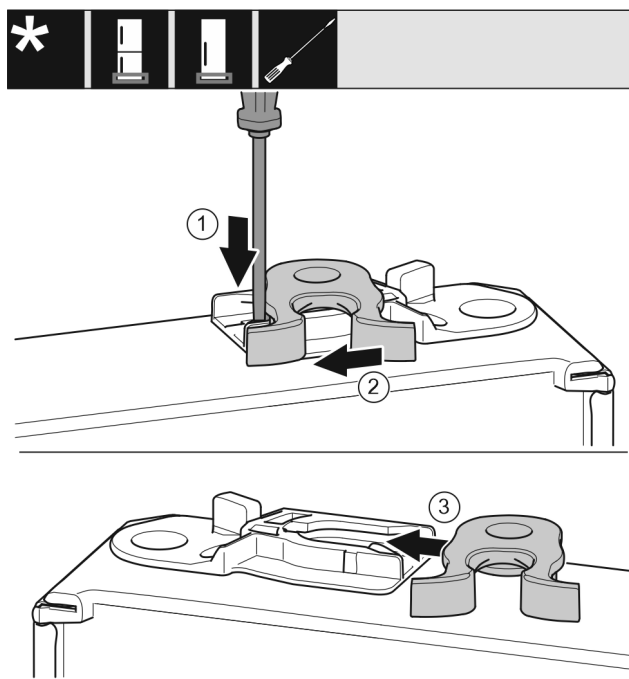

Fig. 19
- Premere la linguetta verso il basso con un cacciavite a testa a intaglio. Fig. 19 (1)
- Estrarre il gancio di chiusura dalla guida. Fig. 19 (2)
- Spingere il gancio di chiusura sull'altro lato nella guida. Fig. 19 (3)